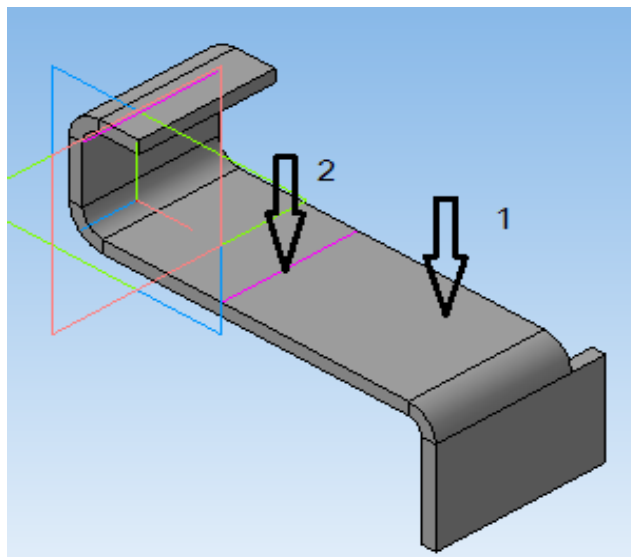

Рисунок 41.
3. На панели «Элементы листового тела» нажать кнопку «Подсечка» , поочередно указать грань и отрезок (рисунок 41).